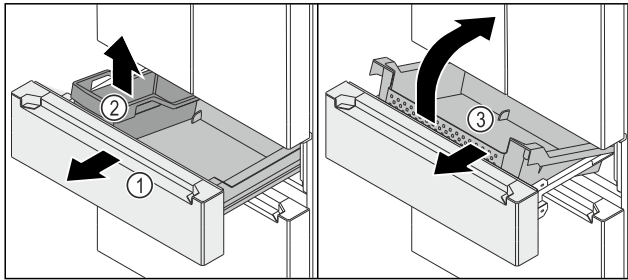

Fig. 152
- Auszugswagen Fig. 152 (1) bis zum Anschlag herausziehen.
- FlexBox Fig. 152 (2) entnehmen.
- Behälter Fig. 152 (3) vorne hochheben.
- Behälter Fig. 152 (3) schräg nach vorne entnehmen.